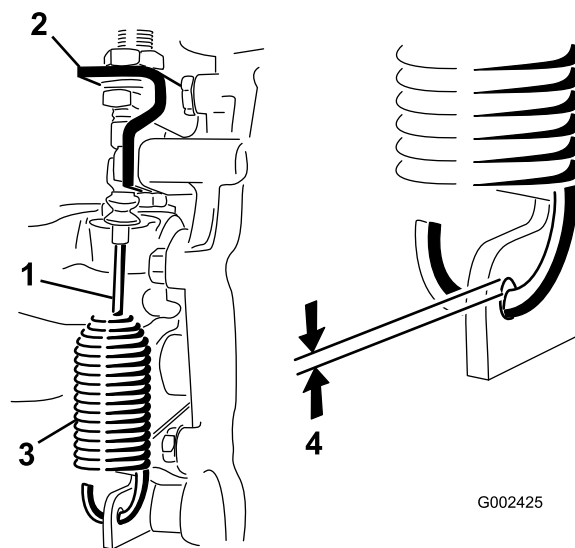

Figure 52
2. Desserrez les écrous de blocage qui fixent le câble de blocage du différentiel au support de la boîte-pont (Figure 52).